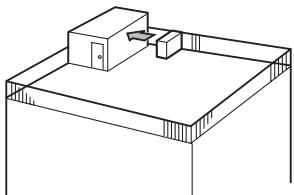

Fig. 2-4
- ① Τοποθέτηστε τη μονάδα στο στόμιο εξαγωγής του αέρα καν έναν στραμμένο προς τον πλαϊσίστερο διαθέσιμο τοίχο και να απέχει περίπου 500 mm. (Fig. 2-4)